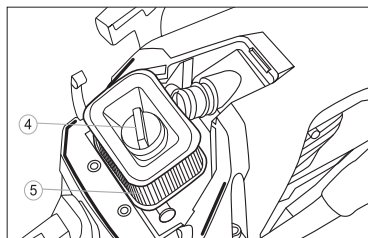

Рис. 25
2. Открутите гайку 4 (рис. 25) и снимите фильтр 5.